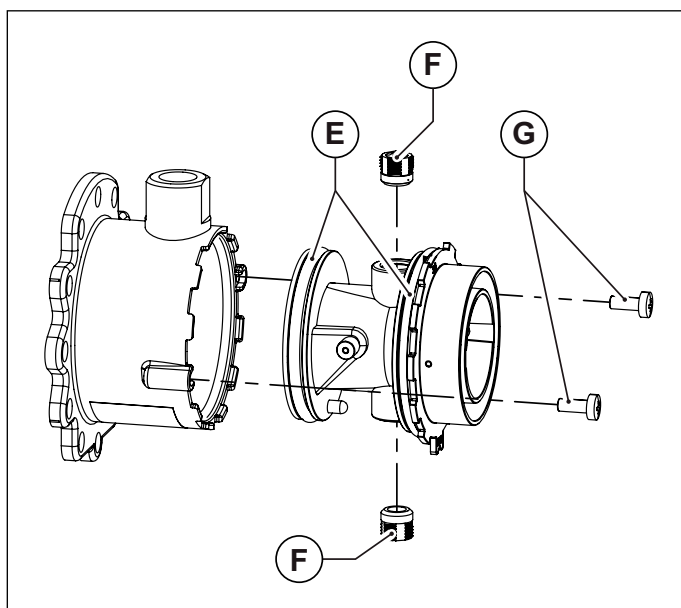

Рис. 29 Пласмасовий корпус змішувача
- Відкрутіть два гвинта та вийміть пластиковий корпус змішувального вузла (дивись Рис. 29 Пластмасовий корпус змішувача).
- Використовуючи шостигранний ключ, викрутіть дві форсунки діаметром 6 мм (дивись Рис. 29 Пластмасовий корпус змішувача).
- Вставити пластмасовий корпус (трубку Вентурі) в узел підмісу та зафіксувати його гвинтами, слідкуючи за тим щоб не пошкодити ущільнення які розташовані по краях пластмасового корпусу (див. Рис. 29 Пластмасовий корпус змішувача) правильно обрати монтажне положення (див. Рис. 30 Розташування для монтажу).
- Закріпіть вузол підмісу на вентиляторі за допомогою болтів з циліндричною головкою під шостикутник, не забуваючи встановити між ними кільцеве ущільнення (див. Рис. 29 Пластмасовий корпус змішувача).
- Вставити пласмасовий корпус (трубку Вентурі) в узел підмісу та зафіксувати його гвинтами, слідкуючи за тим щоб не пошкодити ущільнення які розташовані по краям пласмасового корпусу (див. Рис. 29 Пласмасовий корпус змішувача) правильно обрати монтажне положення (див. Рис. 30 Розташування для мотажу).
- Закріпіть вузол підмісу на вентиляторі за допомогою болтів з циліндричною головкою під шостикутник, не забуваючи встановити між ними кільцеве ущільнення (див. Рис. 29 Пласмасовий корпус змішувача).